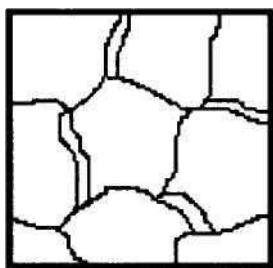

Рис. 5.3. Схема структуры
25. На рис. 5.3. представлена схема структуры железоуглеродистого сплава. Какой это сплав?